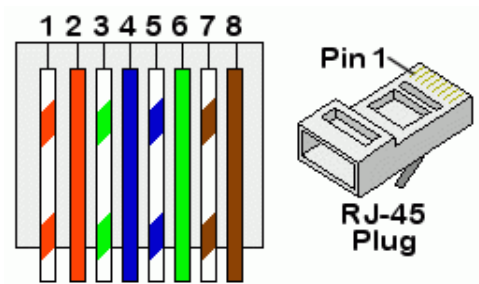

Рис. 10 - Розводка роз'ємів RJ45
- 3) Рис. 10 показана розводка роз'єму RJ45.